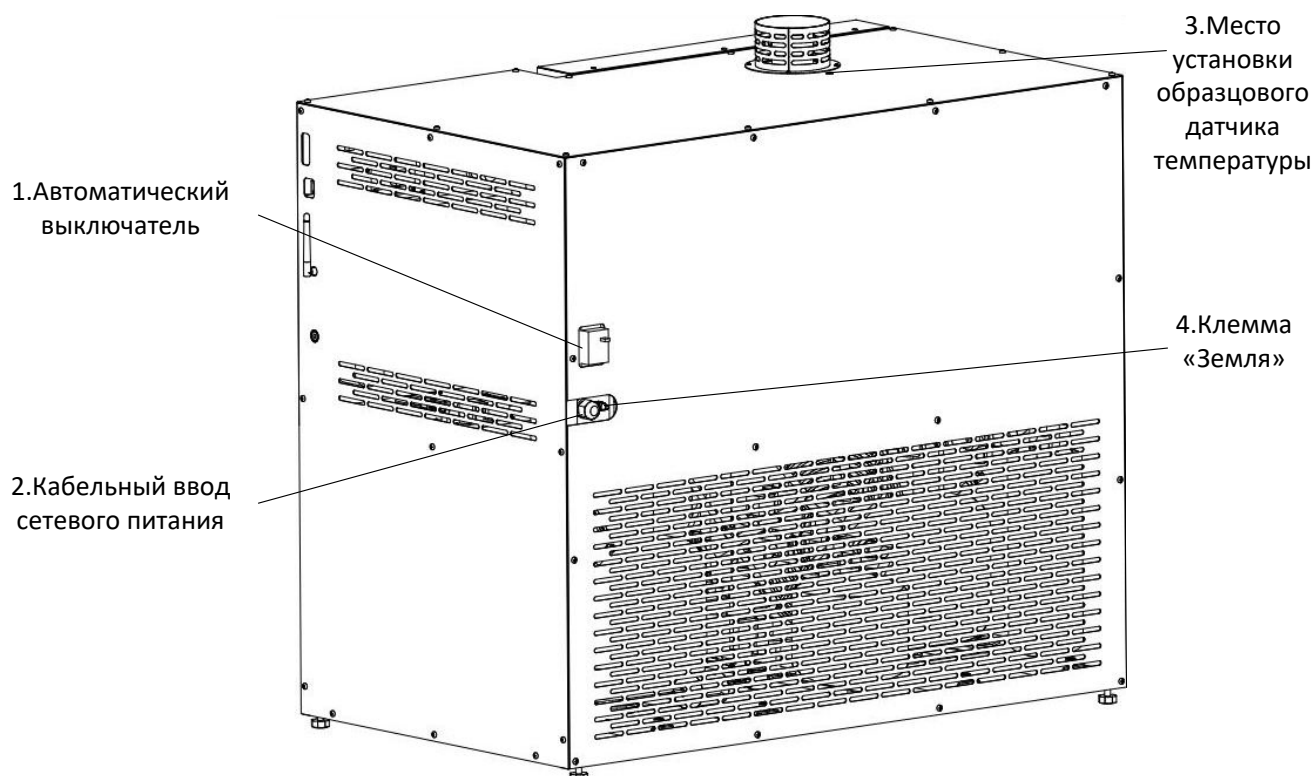

Рисунок 2 – Общий вид аппарата сзади
Кабель питания с евровилкой выходит через кабельный ввод (см. рисунок 2).
3.3.2 Подключить шпильку заземления (крепление на резьбу М6) к контуру заземления (см. рисунок 2 поз.4).